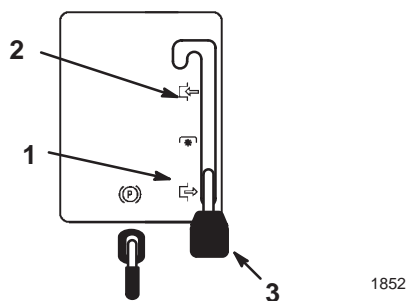

Figure 7
3. Mettez la commande des lames (PdF) en position Désengagée (Fig. 7).